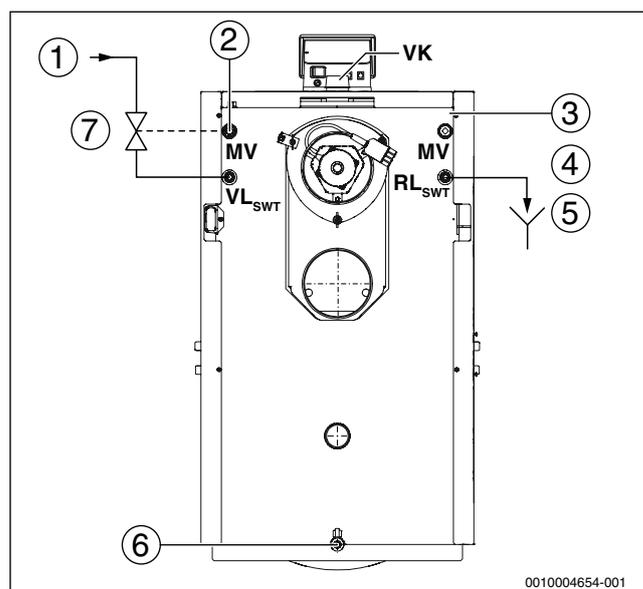

Рис. 14 Подключение предохранительного теплообменника
Котёл оборудован предохранительным теплообменником (охлаждающим контуром). Правильное подключение показано на рис. 14.
Подающая и обратная линии предохранительного теплообменника выбираются свободно. На рисунке показан монтаж подающей линии предохранительного теплообменника на левой стороне котла. Охлаждающая вода должна отводиться через слив (→ рис. 14, [5]).
- ▶ Смонтируйте погружную гильзу (из комплекта термической защиты) для датчика термической защиты (→ рис. 14, [3]).